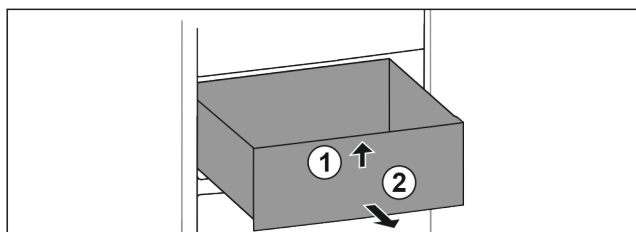

Fig. 90
- ▶ 抬起抽屉前部。 Fig. 90 (1)
- ▶ 朝前取出抽屉。 Fig. 90 (2)